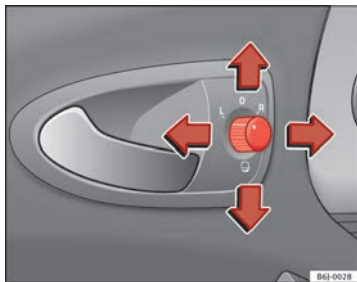

Abb. 68 Drehknopf für Außenspiegeleinstellung
1. Drehen Sie den Drehknopf $\Rightarrow$ Abb. 68 zunächst in Stellung **L** (linker Außenspiegel).
- Drehen Sie den Drehknopf $\Rightarrow$ Abb. 68 in Stellung $\Rightarrow$ Abb. 68, um die Außenspiegel anzuklappen. Sie sollten die Außenspiegel immer anklappen, wenn Sie eine automatische Waschanlage durchfahren, um Beschädigungen zu vermeiden.